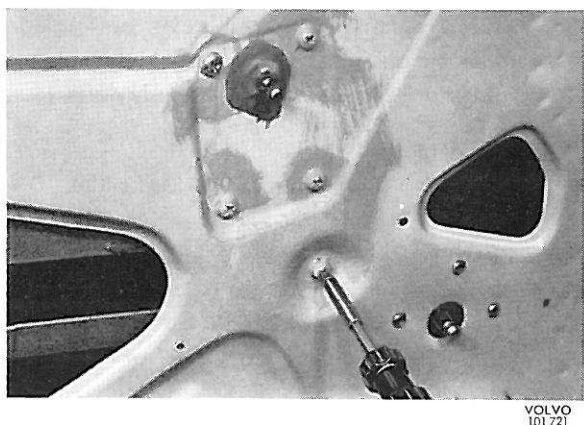

Figure 25. Démontage du mécanisme de lève-glace
5. Enlever les cinq vis de fixation du mécanisme du lève-glace (figure 25) et démonter le mécanisme.